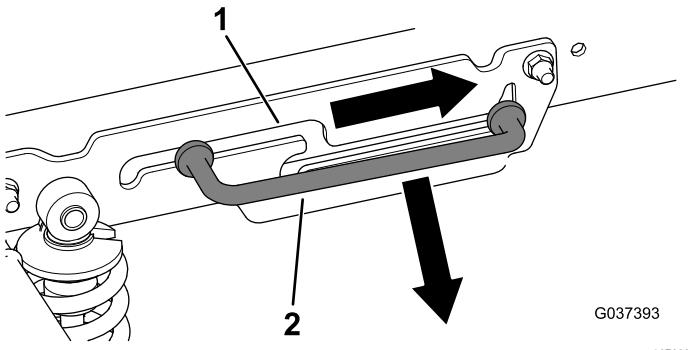

Figure 3
3. Faites glisser la bâquille en avant hors de la fente de verrouillage et retirez-la (Figure 3)